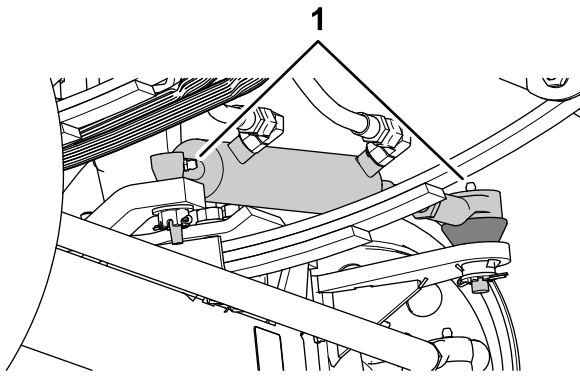
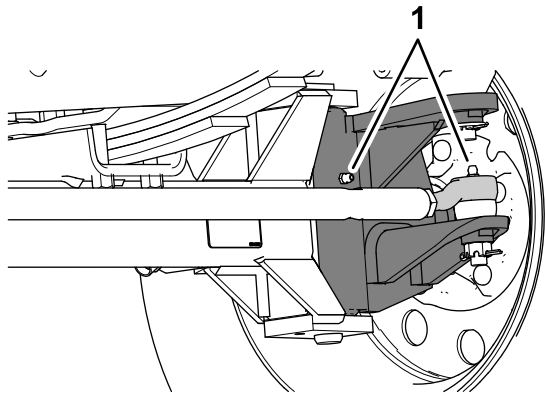

图 71
图 72
1. 将黄油嘴擦拭干净图 71 和图 72。
2. 用黄油枪将润滑脂打入到黄油嘴图 71 和图 72。
注意 黄油嘴的位置如图 71 中所示。